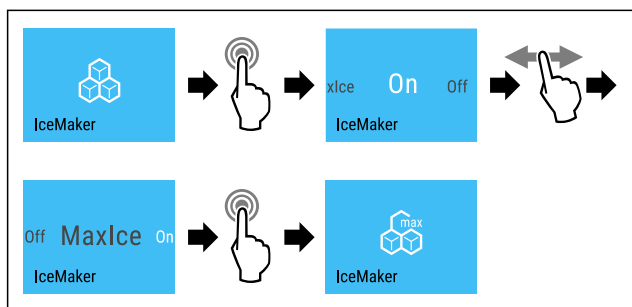

Fig. 18
- ▶ Eseguire i passaggi (vedere Fig. 18).